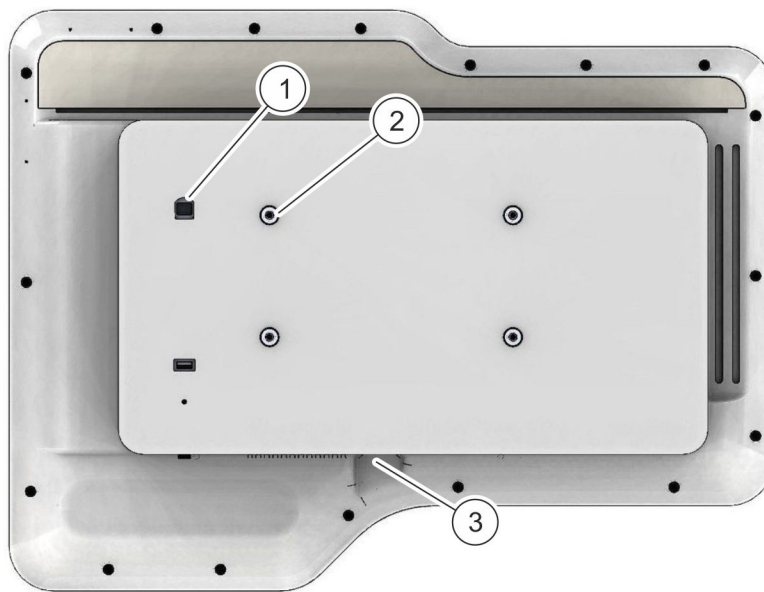

Fig. 3 : Fixation de l'adaptateur VESA sur le terminal
1. ➤ Visser le terminal sur l'adaptateur VESA sur les quatre filets de fixation (Fig. 3 /2) situés au dos du terminal à l'aide des quatre vis (M5x20). Utiliser une rondelle par vis.
Brancher le câble Ethernet (câble réseau) sur le port Ethernet (Fig. 3 /1) situé à l'arrière du terminal.
6. ➔ Brancher le câble d'alimentation dans le connecteur d'alimentation situé sur le dessous du terminal (Fig. 3 /3).